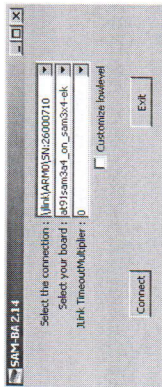

Рисунок 2.15 – Окно выбора типа контроллера
- в появившемся окне (рисунок 2.15) в пункте «Select the connection» выбрать «\jlink\ARM0\SN:xxx», где xxx – серийный номер платы SAM-ICE», в пункте «Select your board» выбрать «at91sam7a3-ek» для работы с микросхемой AT91SAM7A3 и «at91sam3a4_on_sam3a4-ek» для работы с микросхемой ATSAM3A4;